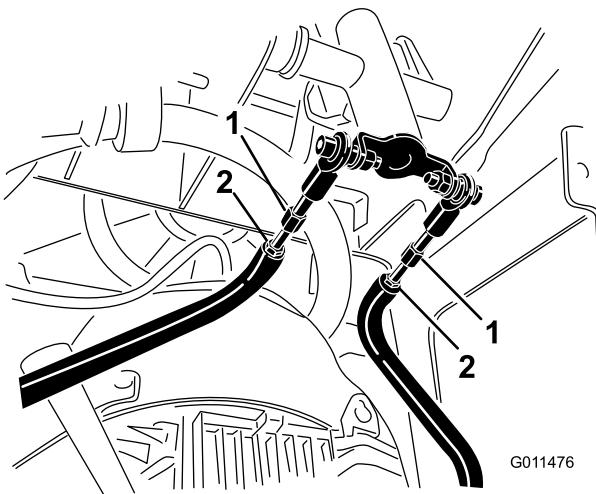

Figura 53
- D. Afloje las contratuerzas de las varillas de tracción, debajo del panel de control (Figura 53).